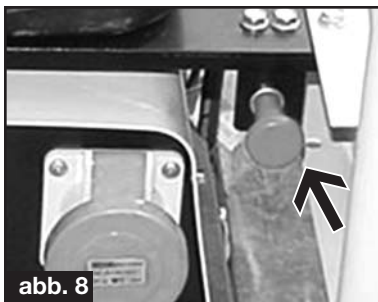

abb. 8
2) Version W230: den Griff auf der Steuertafel ziehen (siehe Abb. 8); Abwarten bis der Motor komplett abgeschaltet ist. Danach den Schlüssel wieder in die Position „OFF“ drehen.